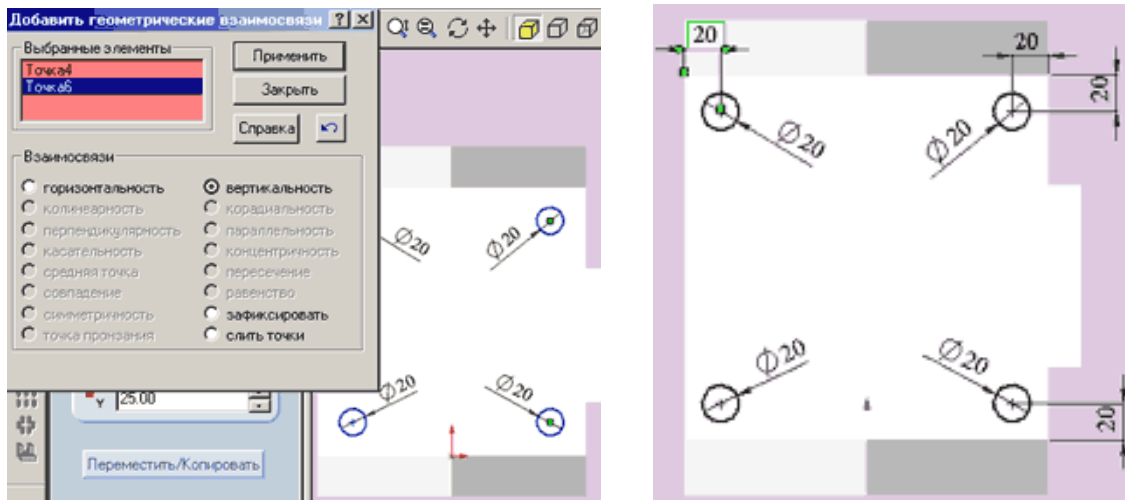

Рисунок 15 – Створення отворів в підставі
- 6 Поставте розміри від країв підстави, так як показано на рисунку. Ескіз визначений (рис. 15).